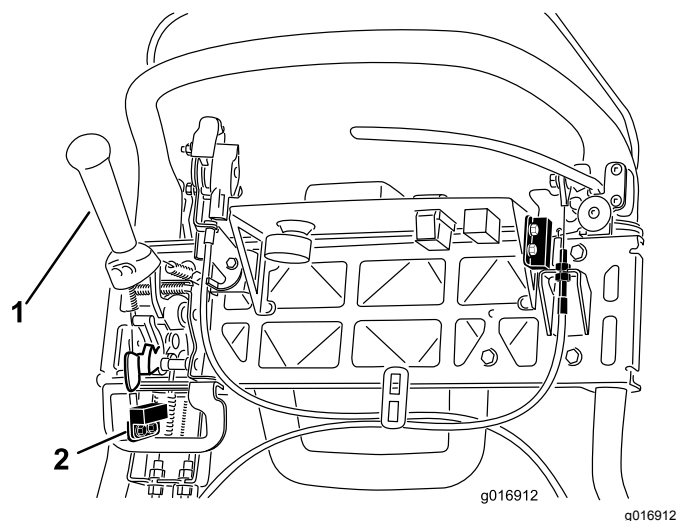

図 42
4. インタロックスイッチを固定しているねじをゆるめる 図 42。
5. 走行レバーとインタロックスイッチとの間に厚さ1.6mmのすきまゲージをはさむ 図 42。